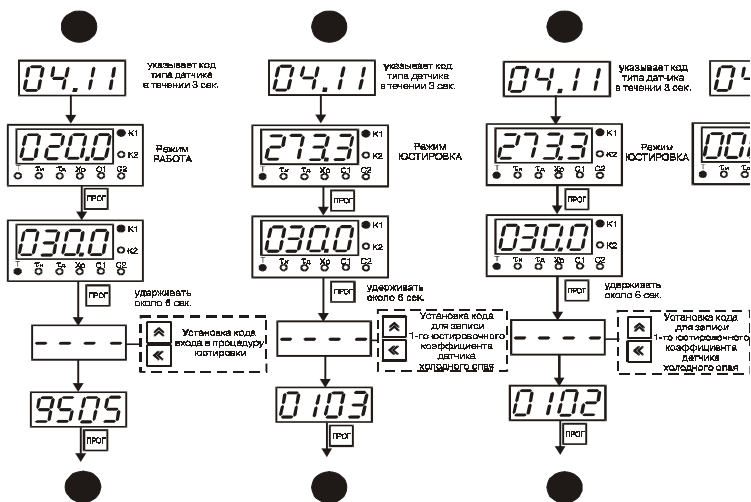

Рис. 5
3.5. Подать питание на прибор. После прогрева прибора (примерно через 20 мин после подачи питания) произвести юстировку схемы компенсации температуры свободных концов термопары, выполнив действия в порядке и в последовательности, указанной на рис. 5.